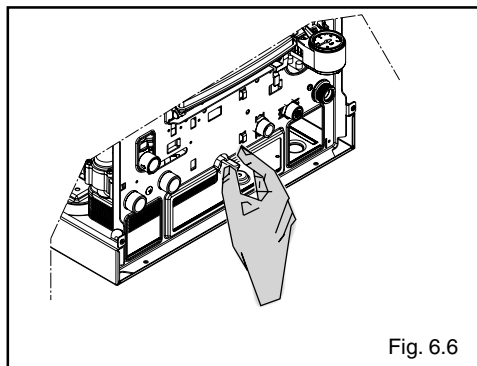

Fig. 6.6
- aprire il rubinetto di riempimento (fig. 6.6) fino a che la lancetta dell'idrometro ritorni al valore di pressione corretto, tra 0,6 e 1,5 bar (fig. 6.4).